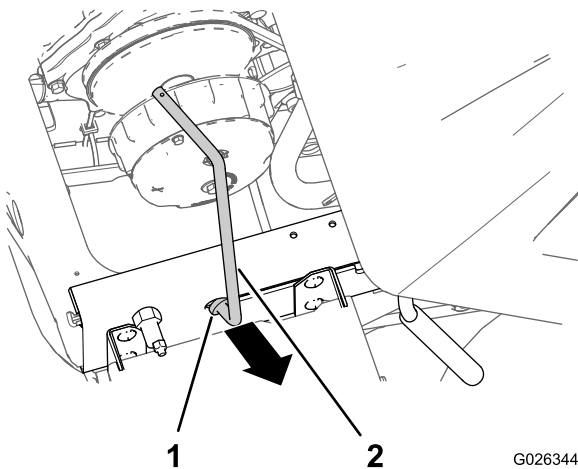

Figure 3
5. Glissez l'extrémité inférieure de la béquille dans l'extrémité avant de la fente dans le profilé gauche du cadre ou dans le support de béquille de la machine (Figure 3).
6. Retirez la béquille par l'encoche en trou de serrure à l'extrémité avant de la fente d'engagement (Figure 3).